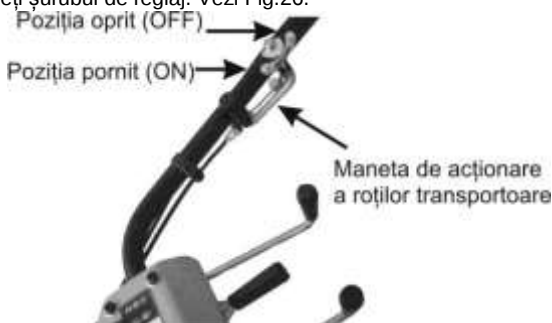

Fig. 26
vezi Fig.26.
- Reglarea cuplajului roților de transport: reglați cu motorul oprit. Când mânerul este pe poziția ON, roțile de cauciuc nu se pot împinge. Dacă acest lucru este posibil, vă rugăm să strângeți șurubul de reglaj. Când mânerul este pe poziția OFF, roțile de cauciuc pot fi propulsate. Dacă nu, vă rugăm să desfaceți șurubul de reglaj. Vezi Fig.26.
8. Puneți maneta de acționare a roților pe poziția "OFF". Vezi Fig.26.